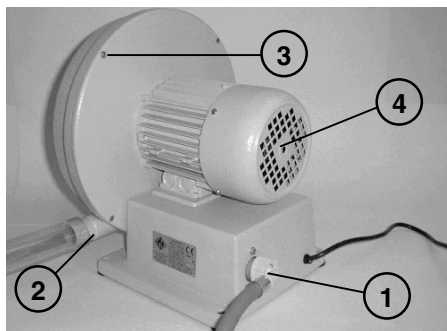
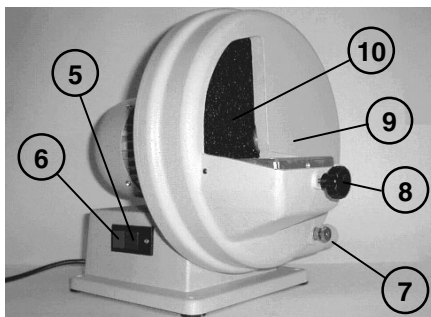

Fig. 1
Fig. 2
- a) el tubo de alimentación del agua en la respectiva boca roscada (1 de Fig. 1) situada en la parte trasera del aparato (sólo modelo TRIM-1);
- b) el tubo de descarga del agua residual en la respectiva embocadura (2 de fig. 1) (sólo modelo TRIM-1), disponiendo el otro extremo en la entrada de una cuba de decantación, o bien,
- c) el sistema de aspiración previsto (se aconseja el uso del aspirador AIR-BOX DE GIORGI) en la respectiva embocadura (2 de fig. 1) (sólo modelo TRIM ECO DISK).
El funcionamiento del aparato se obtiene oprimiendo el pulsador “I” (5 de Fig. 2).
Se recuerda que, después de cada uso, el aparato debe ser dispuesto en OFF, oprimiendo el pulsador “O” (6 de Fig. 2).
El aparato está destinado a uso en talleres de técnicos dentales. El plato (9 de Fig. 2) sirve de apoyo para la pieza a trabajar; puede ser inclinado en tres posiciones ($90^\circ \pm 10^\circ$) utilizando uno de tres agujeros en que apretar el respectivo mando (8 de Fig. 2).
- durante el uso del aparato TRIM ECO DISK es obligatorio utilizar dispositivos de aspiración de los residuos polvorientos, conectándolo a la boca de descarga (2 de Fig. 1). Se aconseja utilizar el aspirador AIR-BOX DE GIORGI.
- a) Pulsador de arranque (5 de Fig. 2)
- b) Pulsador de parada (6 de Fig. 2)
Con el arranque se activa el flujo de agua proveniente de la boca de entrada (1 de Fig. 1), que puede ser regulado mediante el grifo frontal (7 de Fig. 2) (sólo modelo TRIM-1).
- b) desmontar la cubierta de protección del disco desenroscando los cuatro tornillos traseros (3 de Fig. 1) mediante la llave Allen 4 mm suministrada adjunta;
- c) bloquear el eje motor en la parte trasera (4 de Fig. 1) mediante la llave Allen 6 mm suministrada adjunta y desenroscar el perno frontal utilizando una llave de 13;
- d) extraer el disco desgastado (10 de Fig. 2) (el disco abrasivo también puede ser utilizado en la parte trasera), instalar el disco nuevo y apretar el perno frontal manteniendo siempre bloqueado el eje motor; por último, reinstalar la cubierta de protección.